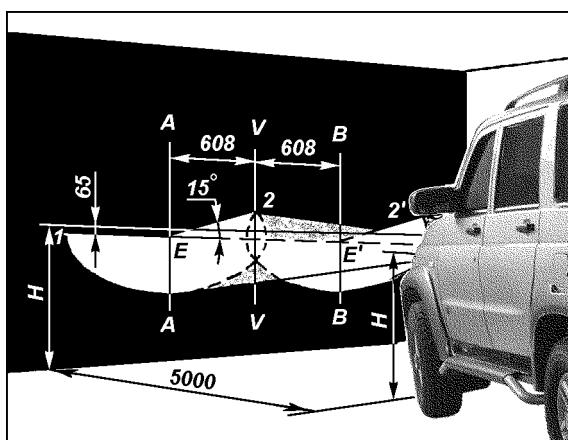
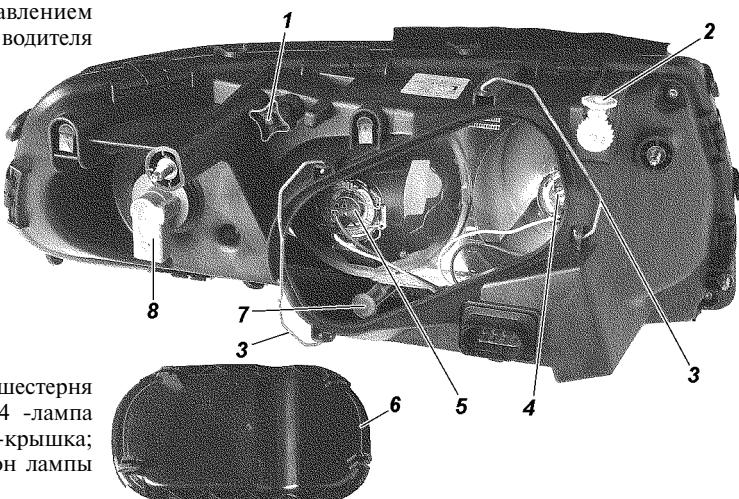

Рис. 14.8. Разметка экрана для регулировки фар: H - расстояние центра фар от уровня земли; V-V - проекция продольной оси автомобиля; A-A, B-B - оси центров фар
Рис. 14.9. Фара:
750 Н (75 кгс) на ровной горизонтальной площадке на расстоянии 5 м от экрана со специальной разметкой (рис. 14.8).
3. Включите ближний свет фар и, поочередно закрывая каждую фару, вращением регулировочного винта 1 (рис. 14.9) и регулировочной шестерни 2 добейтесь, чтобы светотеневая граница слева от точек Е и Е' (см. рис. 14.8) совпадала с линией 1, а справа - с линиями 2 и 2' для левой и правой фар соответственно. Точки перелома светотеневой границы должны совпадать с точками Е и Е'.
**Замена ламп фар.** Для замены лампы указателей поворота снимите колодку с патрона 8 (см. рис. 14.9), поверните патрон по часовой стрелке (для правой фары) или против часовой стрелки (для левой фары) и выньте патрон в сборе с лампой.